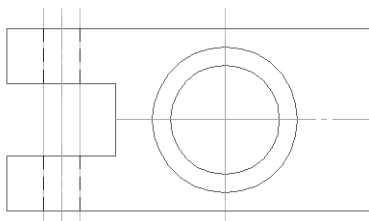

Рис. 295. Вид сверху
- отрезком постройте осевые линии этих отверстий, изменив стиль линии на **Осевую** (рис. 295). Не забудьте изменить стиль линии обратно на **Основную**;